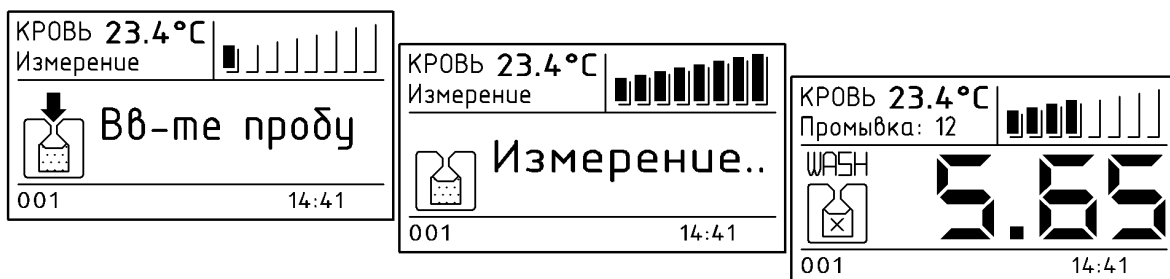

Рис.33. Сообщение дисплея при работе с кровью.
4.2.4. Через 10 секунд на дисплее в сегменте «Результ» появится результат и автоматически включится «Промывка» (см. рис.33). Результат будет высвечиваться на дисплее в течение всей длительности промывки, после чего анализатор подаст звуковой сигнал и появится информация «Вв-те пробу». Анализатор будет готов к следующему измерению.